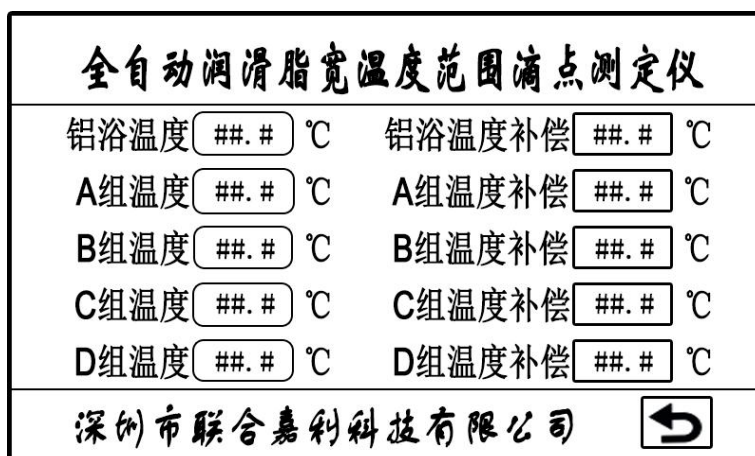

图 6-4
3. 按“温度修正”按钮，进入温度修正功能页面，见图 6-4